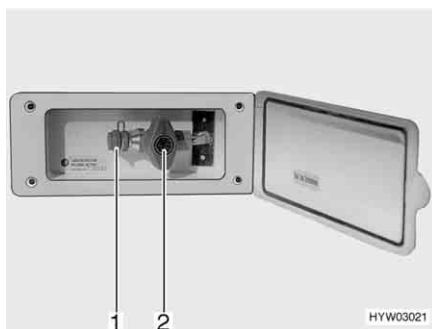

Fig. 132 Raccordement externe de gaz avec robinet d'arrêt de gaz fermé
Le raccordement externe de gaz (Fig. 132) se trouve, selon les modèles, à l'arrière ou sur le côté gauche ou droit du véhicule.
- Raccorder l'appareil à gaz externe sur le raccord (Fig. 132,1).
- Ouvrir le robinet d'arrêt de gaz (Fig. 132,2).